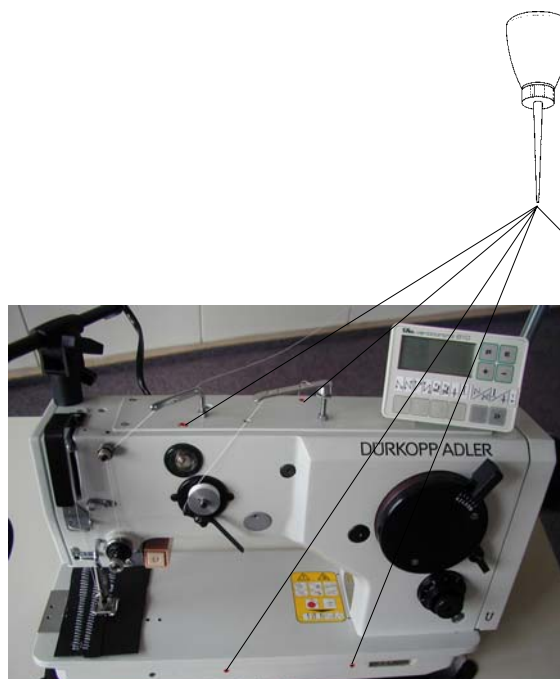

Abb. 12
Zur Schmierung der Maschine verwenden Sie das Öl Esso SP-NK 10 oder ein anderes Öl derselben Qualität (Viskosität bei 40° C: 10 mm²/s; Entflammungspunkt: 150° C). Vor dem Nähanfang tropfen Sie jeden Tag einen Tropfen Öl in die Löcher ein, die auf der Maschine mit roter Farbe bezeichnet sind, siehe Abb. 12, 13. Kontrollieren Sie besonders den Ölstand im Ölstandzeiger (1) zum Schmieren des Greifers. Füllen Sie Öl durch Loch (2) über dem Ölstandzeiger nach nur, wenn der Ölstand zu viel unter die Mitte des Ölstandzeigers sinkt.